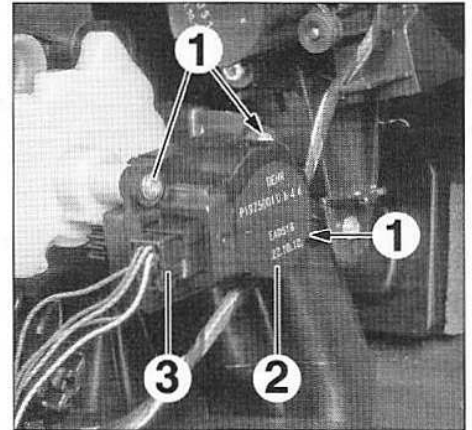

FIG.28
- les vis (1) (Fig.28).
- Dégager le servomoteur (2).
- Débrancher le connecteur (3).
- Déposer le servomoteur (2).